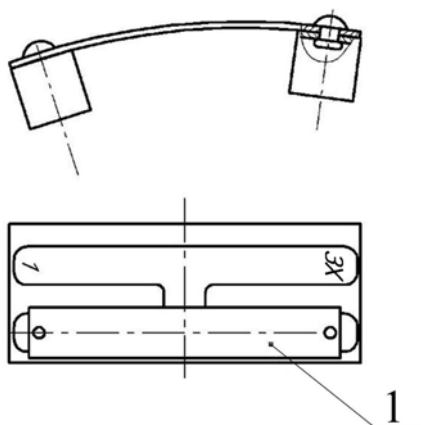

Рисунок 2 – Установка пружины безопасности.
- Работать без пружины безопасности 1 рисунок 2.